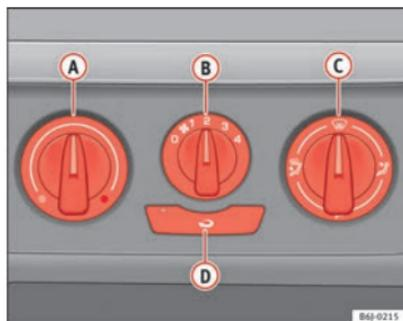

Fig. 90 Sur la planche de bord : éléments de commande du chauffage
- Les régulateurs **A** et **C** et la commande **B** ⇒ fig. 90 permettent de régler la température, la distribution de l'air et la vitesse de la turbine.